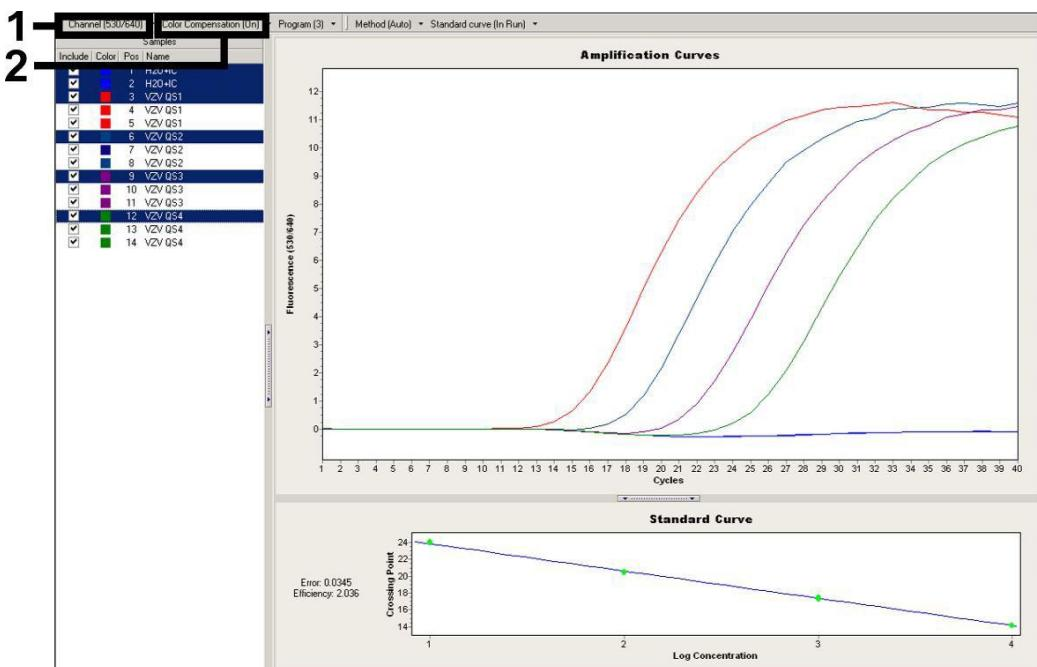

Fig. 11: Ativação do Color Compensation File e escolha do canal de fluorescência.
Siga o esquema seguinte para a análise dos dados da PCR (ver Fig. 11):
- A versão 4.0 do software *LightCycler* contém um arquivo indicado como *Color Compensation File* que compensa as interferências dos sinais entre os canais de fluorescência. Abra este arquivo durante o ensaio de PCR ou logo a seguir através da activação do botão *Color Comp (On/Off)* e depois do *Select Color Compensation* (ver Fig. 11). Se não estiver instalado nenhum *Color Compensation File*, crie o arquivo levando em consideração as instruções do *LightCycler Operator's Manual*.